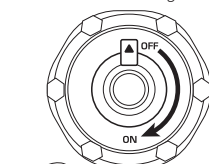

Fig. 4
3. Deschideți ventilul de pe bușonul de combustibil în poziția „ON” (fig. 4).